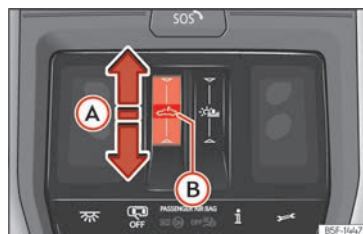

Abb. 87 Im Dachhimmel: Bedienelement für Glasdach.
- Innerhalb von etwa 5 Sekunden nach der Aktivierung des Einklemmschutzes den Finger nach vorne über den Funktionsbereich  **>>> [Abb. 87] ⚠** ziehen und gedrückt halten bis das Dach vollständig geschlossen ist.